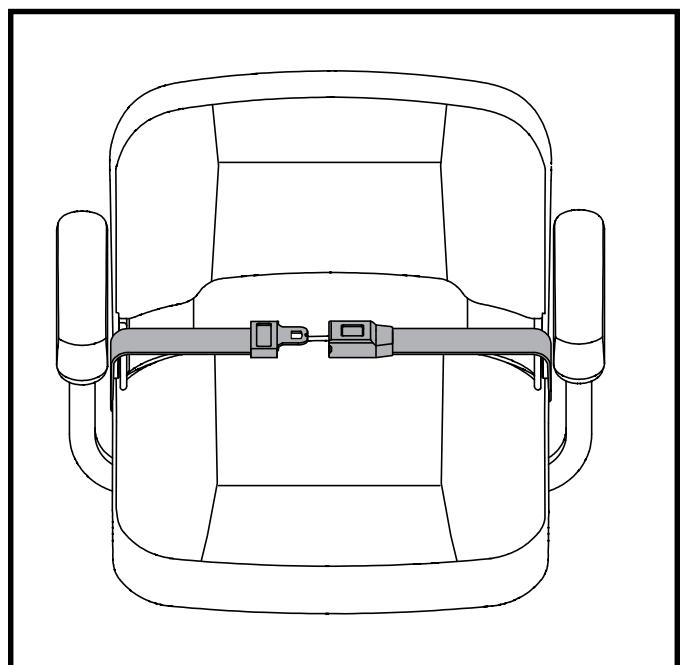

Figura 17. Cinture di sicurezza- Cintura di sicurezza con aggancio metallico
1. Inserire il gancio metallico del lato destro della cintura nella chiusura di plastica al lato opposto spingendo fino a sentire un "click". **Vedere figura 17.**